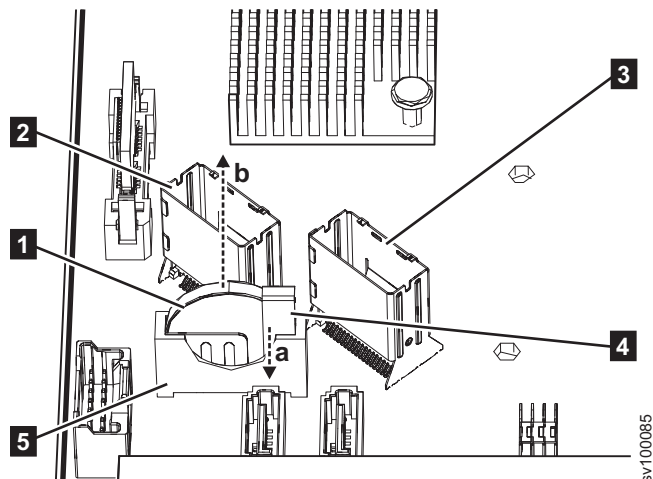

Figura 128. Removendo a Bateria CMOS do 2145-SV1
- a. Puxe o prendedor do suporte da bateria **4** para fora da bateria na direção (a) mostrada em Figura 128 na página 153.
- b. Use seu polegar e dedo indicador para levantar a bateria do suporte **5** na direção (b) mostrada em Figura 128 na página 153.